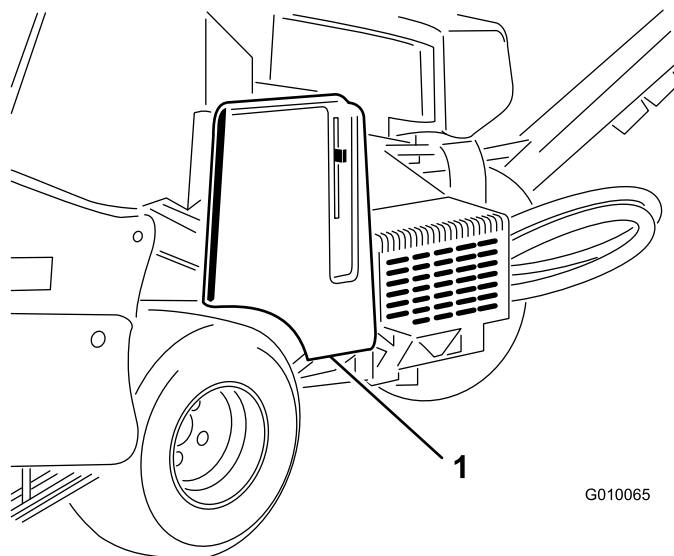

Figura 55
1. Sbloccate e togliete il paracinghia (Figura 55).